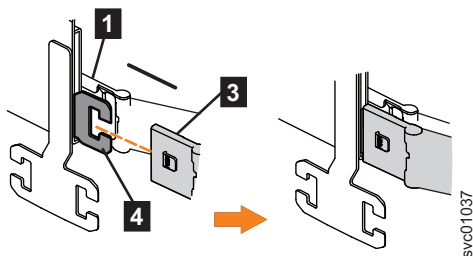

Figure 75. Installation du connecteur interne du CMA supérieur sur le membre externe de la glissière de support
3. Installez le connecteur interne de l'assemblage CMA supérieur (**3**) sur l'élément interne de la glissière de support gauche (**4**), comme indiqué dans la figure 75, à la page 86.